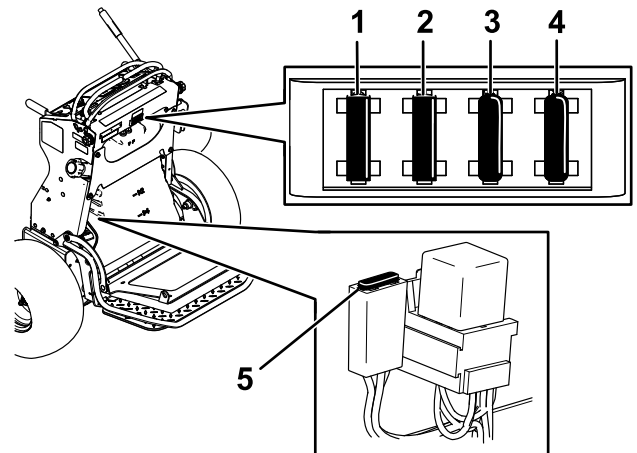

Figura 56
5. Estraete il fusibile e sostituitelo (Figura 56).